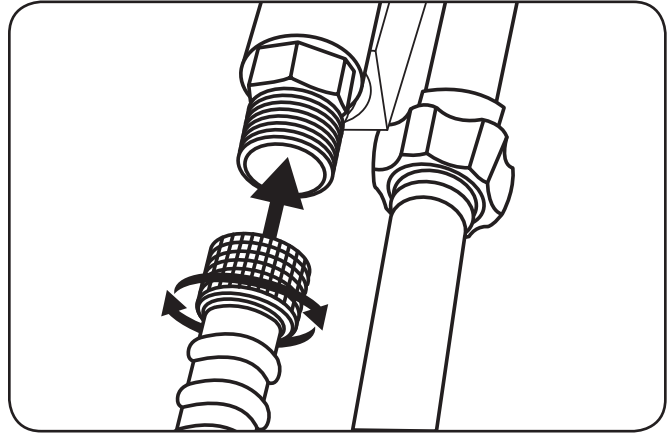

Figure 5-3
6. Attachez le boyau à haute pression à la sortie de la pompe. Voir Figure 5-3.